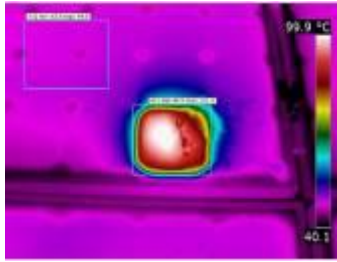

Figure 34 - Point chaud dans un module PV
- point chaud dans un panneau (Figure 34) ;